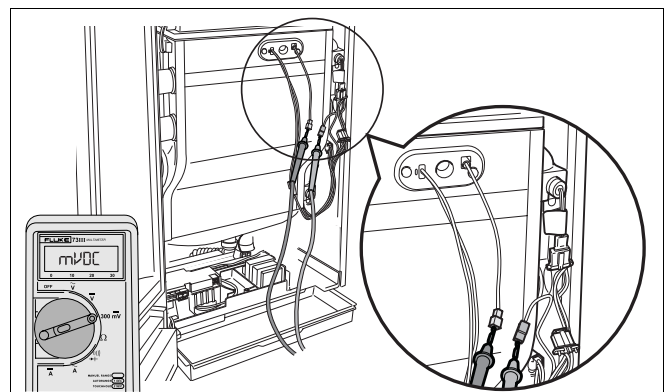

Fig. 100 Ionisatiestroom meten
- Sluit het meetapparaat in serie aan (→ fig. 100). Op het meetapparaat het μA -gelijkstroombereik kiezen. Het meetapparaat dient over een resolutie van minimaal $1 \mu\text{A}$ te beschikken.